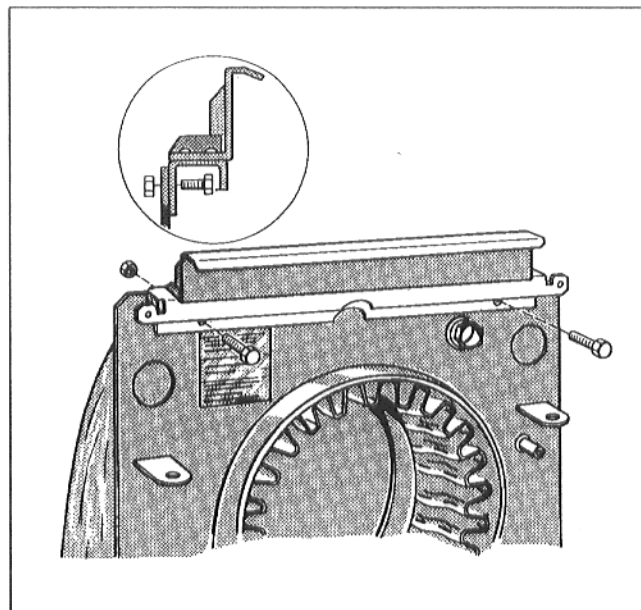
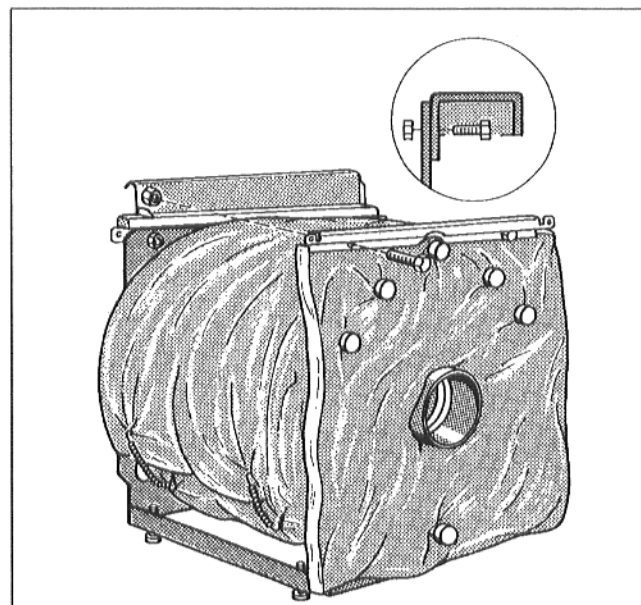

Рис. 7
Рис. 8
- Привинтить траверсу сверху на переднюю и заднюю стенки корпуса котла (Рис. 7 + Рис. 8).
Траверсу с приклепанной удерживающей планкой привинтить к передней стенке (Рис. 7).
- Теплоизоляцию задней стенки установить таким образом, чтобы соединительные элементы котла и патрубков отходящего газа оставались свободными (Рис. 8).